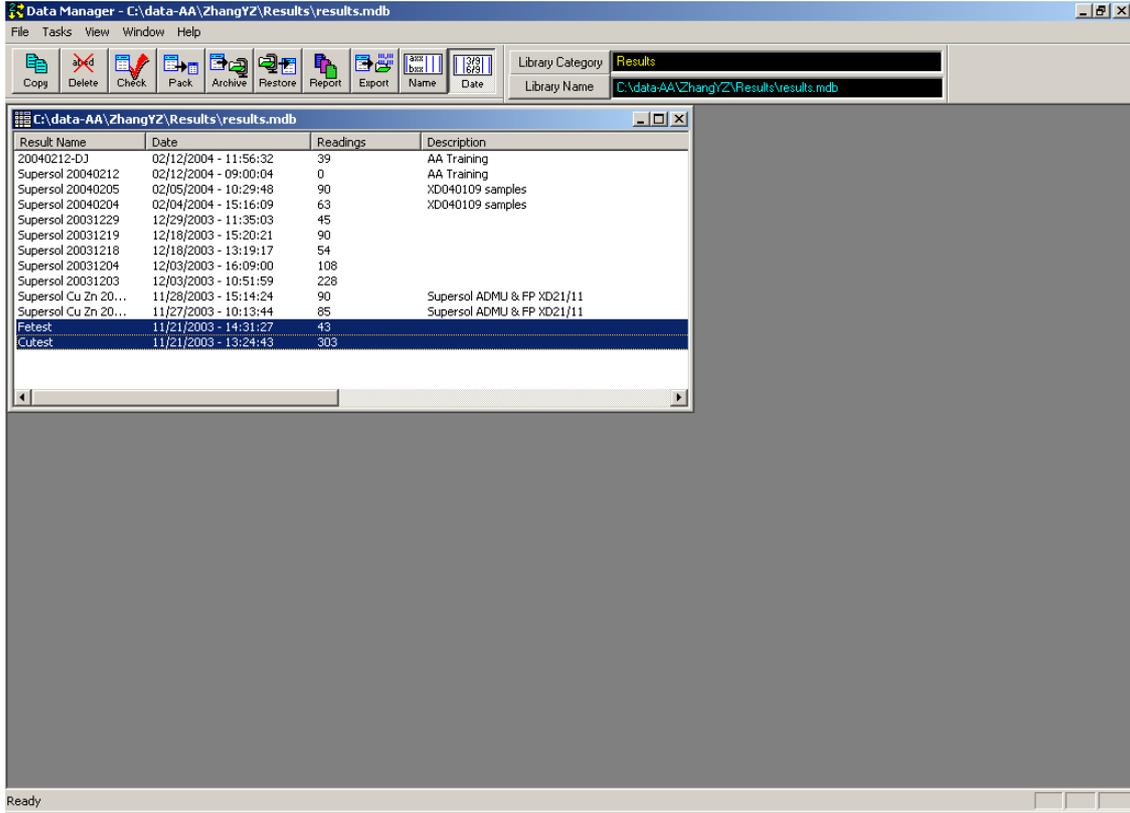
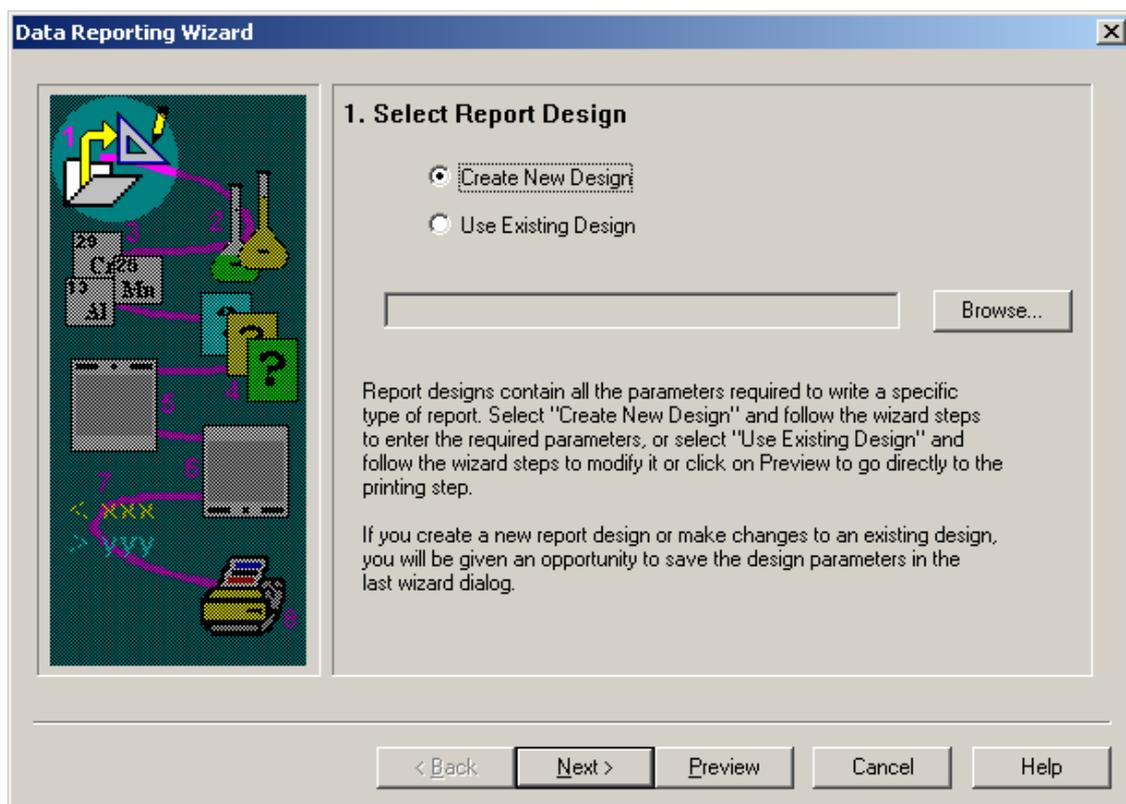

图 47. 选中欲使用的数据结果文件
图 48. 报告格式选择画面
3.1.2 选择将要使用的数据结果文件,然后点击工具栏中的“Report”,屏幕上即会出现画面由图 47 变为图 48: